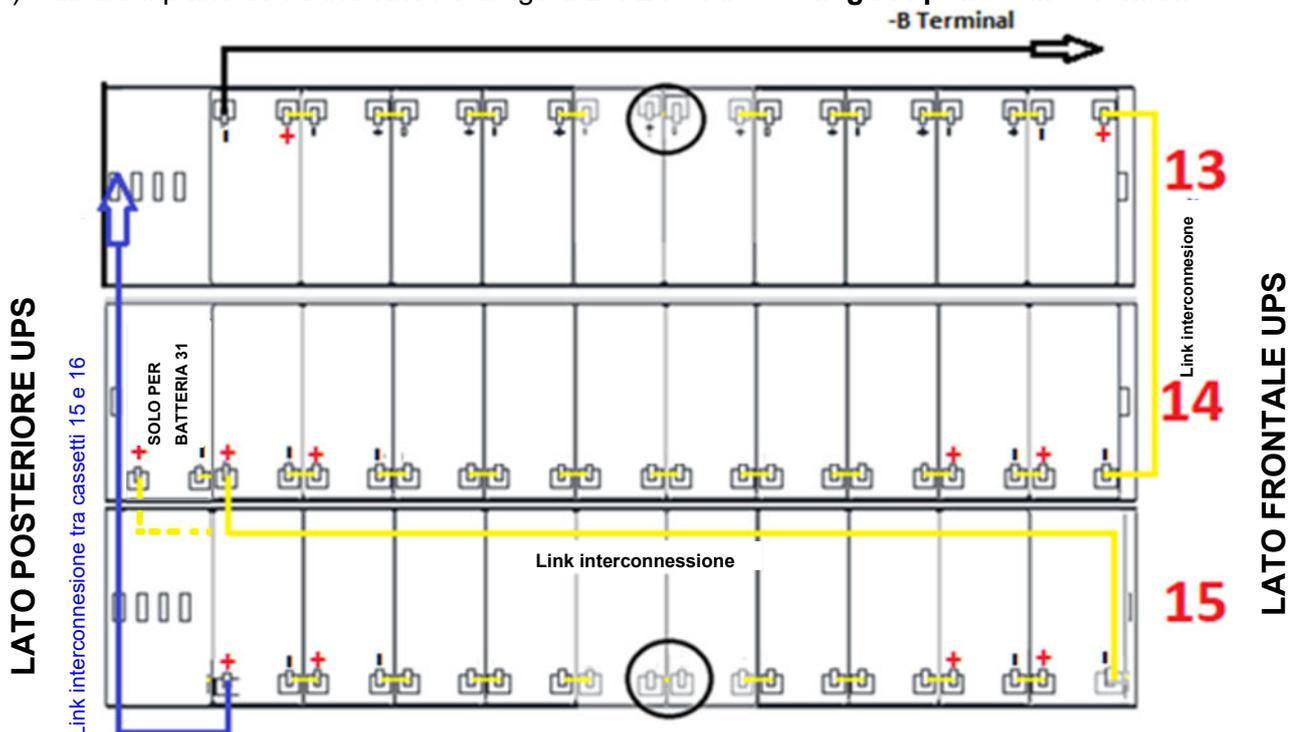

Figura 23 - Vista dall'alto Piano N°5 con connessioni batterie
14) Cablare il piano come indicato nella figura 23. **Lasciare scollegati i ponticelli cerchiati.**